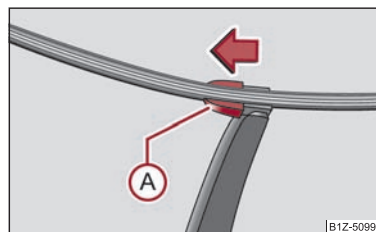

Fig. 45 Lamela ștergătorului lunetei
- Ridicați brațul ștergătorului de pe lunetă și poziționați lamela astfel încât să formeze un unghi drept cu brațul ștergătorului ⇒ fig. 45.